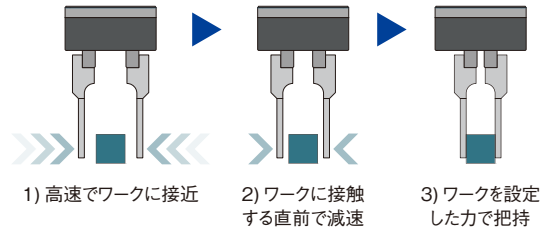

図12 把持動作例
**EH**シリーズは、把持力・速度・位置を独立して制御できます。目標位置までフィンガを高速で近づける位置決め運転と、低速でワークを把持する押し当て運転を組み合わせたことが可能です(図12参照)。これにより短いタクトタイムで動作できます。